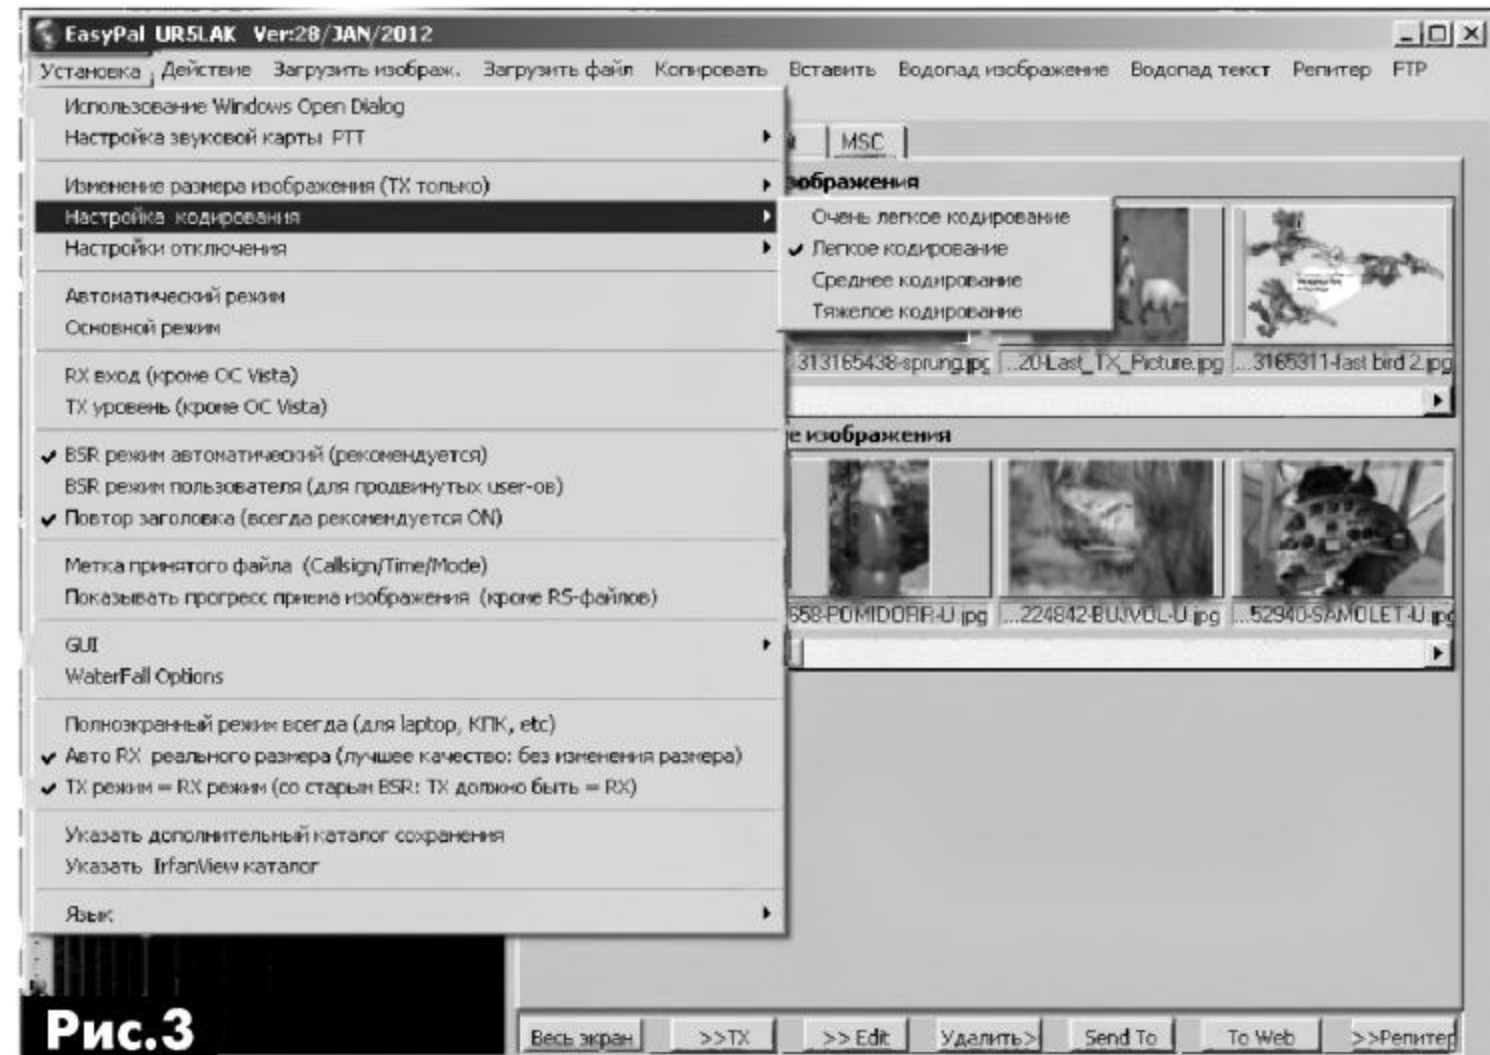

Рис. 3
**Легкое кодирование** – выбор Encode2 (рис. 3) уровня RS-кодирования – «RS2» увеличение файла. Время передачи будет увеличено на 31%. По меньшей мере, 76% из переданных сегментов должны быть получены.